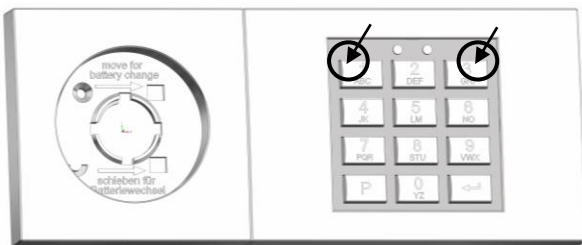

Abbildung 15: Tastaturbaugruppe demontieren, dazu vorsichtig auf den oberen Bereich des Tastaturrahmens drücken
Dazu ist zunächst die Tastaturbaugruppe aus dem Oberteil der Bedieneinheit (8) zu lösen. Dies erfolgt durch vorsichtigen Druck auf die in Abbildung 15 dargestellten Bereiche (keine Gewalt oder scharfkantige Werkzeuge oder Ähnliches verwenden). Dadurch löst sich die Baugruppe aus ihren oberen Halterungen. Anschließend die Tastatureinheit vorsichtig aus den unteren Halterungen lösen (siehe Abbildungen 16 und 17) und möglichst ohne Verkanten oder Verformen der Halteklammern nach hinten aus dem Oberteil der Bedieneinheit (8) herausnehmen.